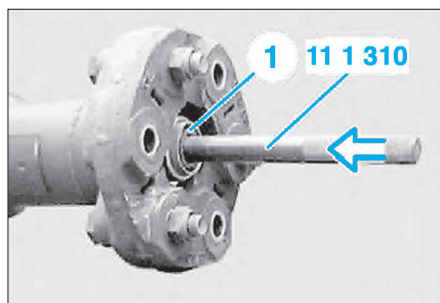

FIG. 5
OUTILLAGE SPÉCIFIQUE (FIG.5 ET 6)
- Remplir entièrement le trou de centrage (1) avec de la graisse visqueuse (Fig.5).